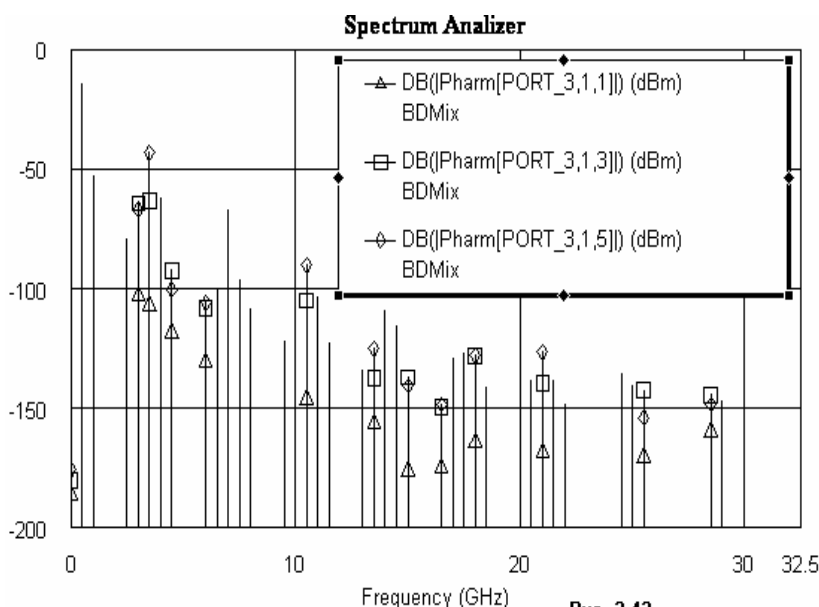

Рис. 3.42
- Щёлкните левой кнопкой мышки по значку **Analyze** на панели инструментов. Полученный график показан на рис. 3.42.